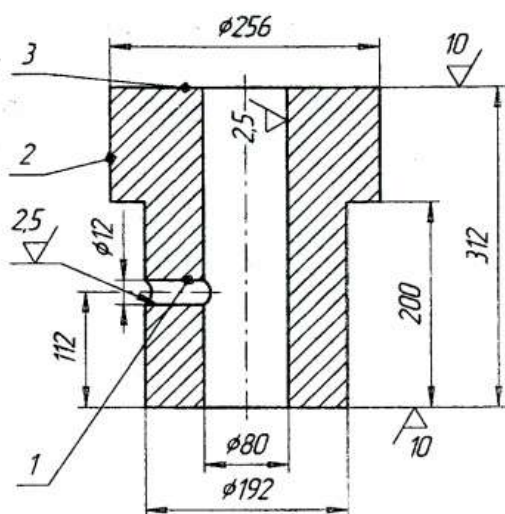

Рисунок 17 - Втулка
*Исходные данные.* В качестве исходных данных при выполнении задания используют рабочий чертеж детали с указанием заданных поверхностей, подлежащих обработке резанием (рис. 17), а также полученные в результате выполнения задания 2 размеры отливки (см. табл. 3).
где  $l$  - длина обработанной поверхности, равная для рассматриваемого примера (рис. 17) 112,0 мм;